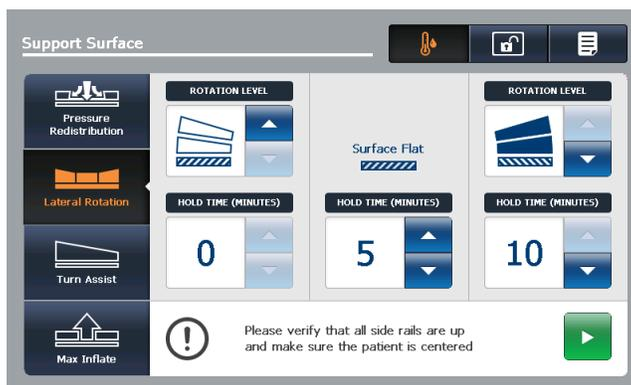

Figure 54 – Mise en marche d'une rotation latérale unilatérale
2. Toucher la flèche **vers le haut** du côté opposé, jusqu'à l'angle désiré (Figure 54).
3. Régler le temps de maintien voulu (Figure 54).